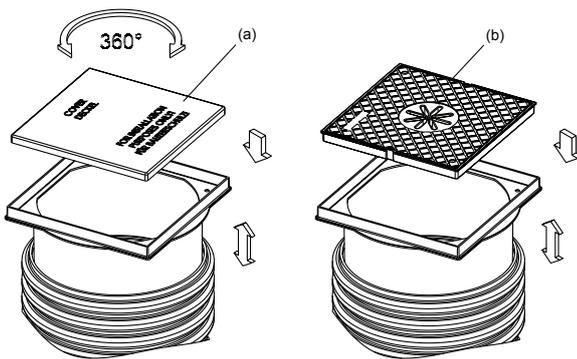

Abb. 4: Montage des Aufsatzstückes
1. Schieben Sie den weißen Bauzeitschutzdeckel aus Plastik (a) in den Rahmen des Aufsatzstückes. Der Deckel ist nur begehbar (siehe Abb. 4).